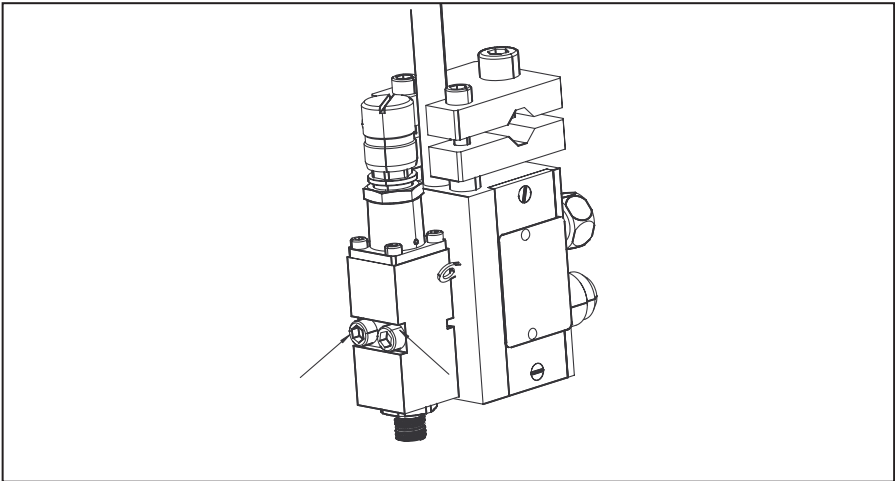

Bild 3: Austausch des Modul B400-FJ
4. Die in Bild 3 gezeigten Schrauben (M5) mit einem Innensechskant-Schlüssel (4 mm) lösen.